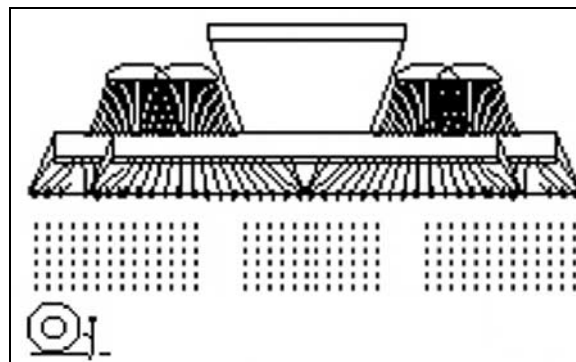

Fig. 59
1.  Välj spårluckrare (Fig. 59).